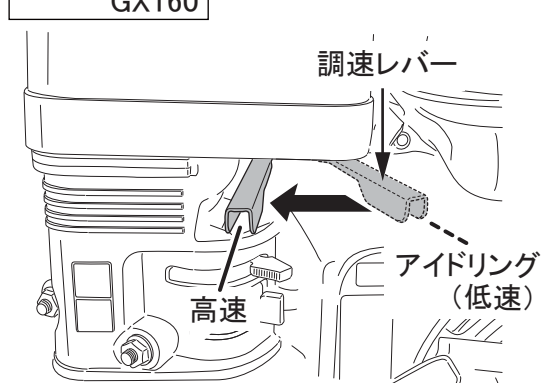

図 20
1. 調速レバーを開く(高速)と本機は振動と前進を始めます。調速レバーをゆっくり開くとクラッチがスリップした状態のままになりますので、調速レバーの開閉は一気に行ってください。(図20)